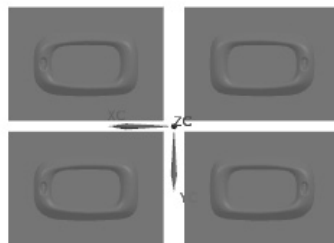

图 3.2.3 布局后
Step4. 在对话框中激活“*指定矢量 (0)”，然后选取图 3.2.2 所示的 X 轴方向，在“生成布局”区域中单击“开始布局”按钮，系统自动进行布局，布局完成后在“编辑布局”区域中单击“自动对准中心”按钮，使模具坐标系自动对中，结果如图 3.2.3 所示，单击“关闭”按钮。